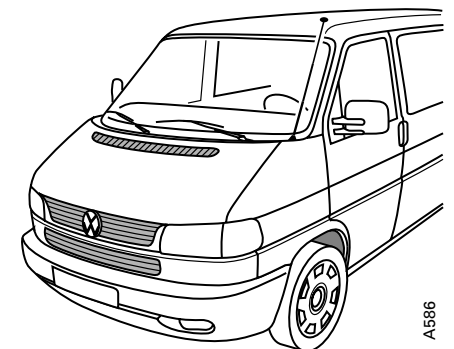

Fig. 2
- Den Halter **B** bei den neuen Modellen ab 01.96 verwenden (Fig. 2, 4b und 5b).
– In the case of the new models, use bracket **B** from 01.96 (Fig. 2, 4b and 5b).
– Utiliser le support **B** pour les nouveaux modèles à partir de janvier 96 (Fig. 2, 4b et 5b).